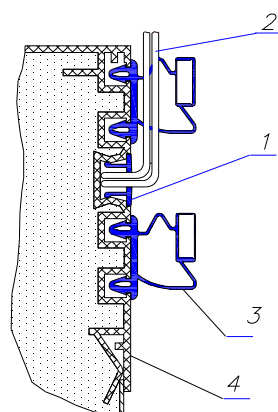
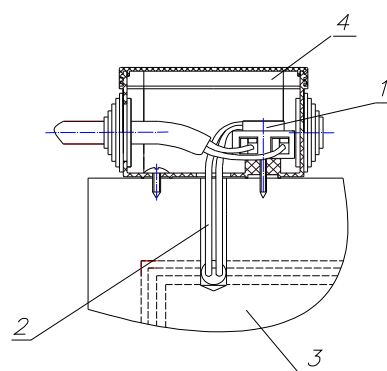
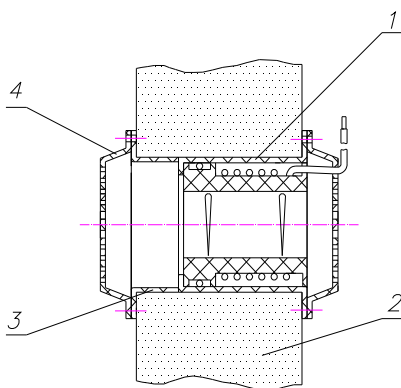

Рис. 2 Установка ПЭН двери
Рис. 3 Подключение ПЭН
Рис. 4. Установка клапана выравнивания давления
5.2.14. При сборке из комплекта панелей низкотемпературной камеры установить ПЭН двери (рис. 2 и 3) и клапан выравнивания давления (рис. 4), которые поставляются по дополнительному заказу.
– снять профиль крышку поз. 1 (рис. 2), уложить ПЭН поз. 2 в паз профиля двери поз. 4, вывести провода через отверстия, выполненные по месту в профиле крышки поз. 1 и уплотнителе поз. 3, и подсоединить к клеммнику в коробке распределительной поз. 4 (рис. 3).